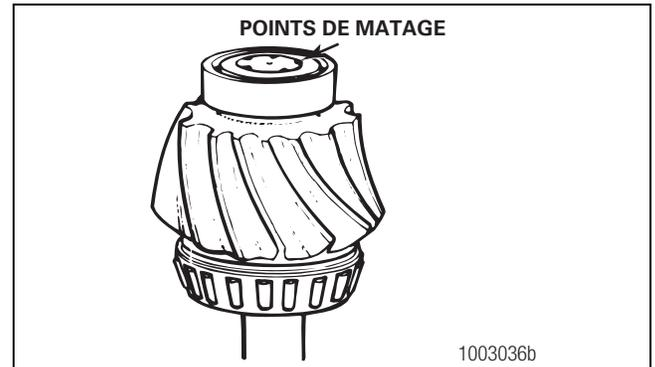

Figure 5.7
- Mater le nez du pignon d'attaque en cinq points au minimum. Figure 5.7. Tourner le poinçon autant de fois que nécessaire pour réaliser les cinq points de matage. Répéter l'étape 3 pour chaque point de matage.